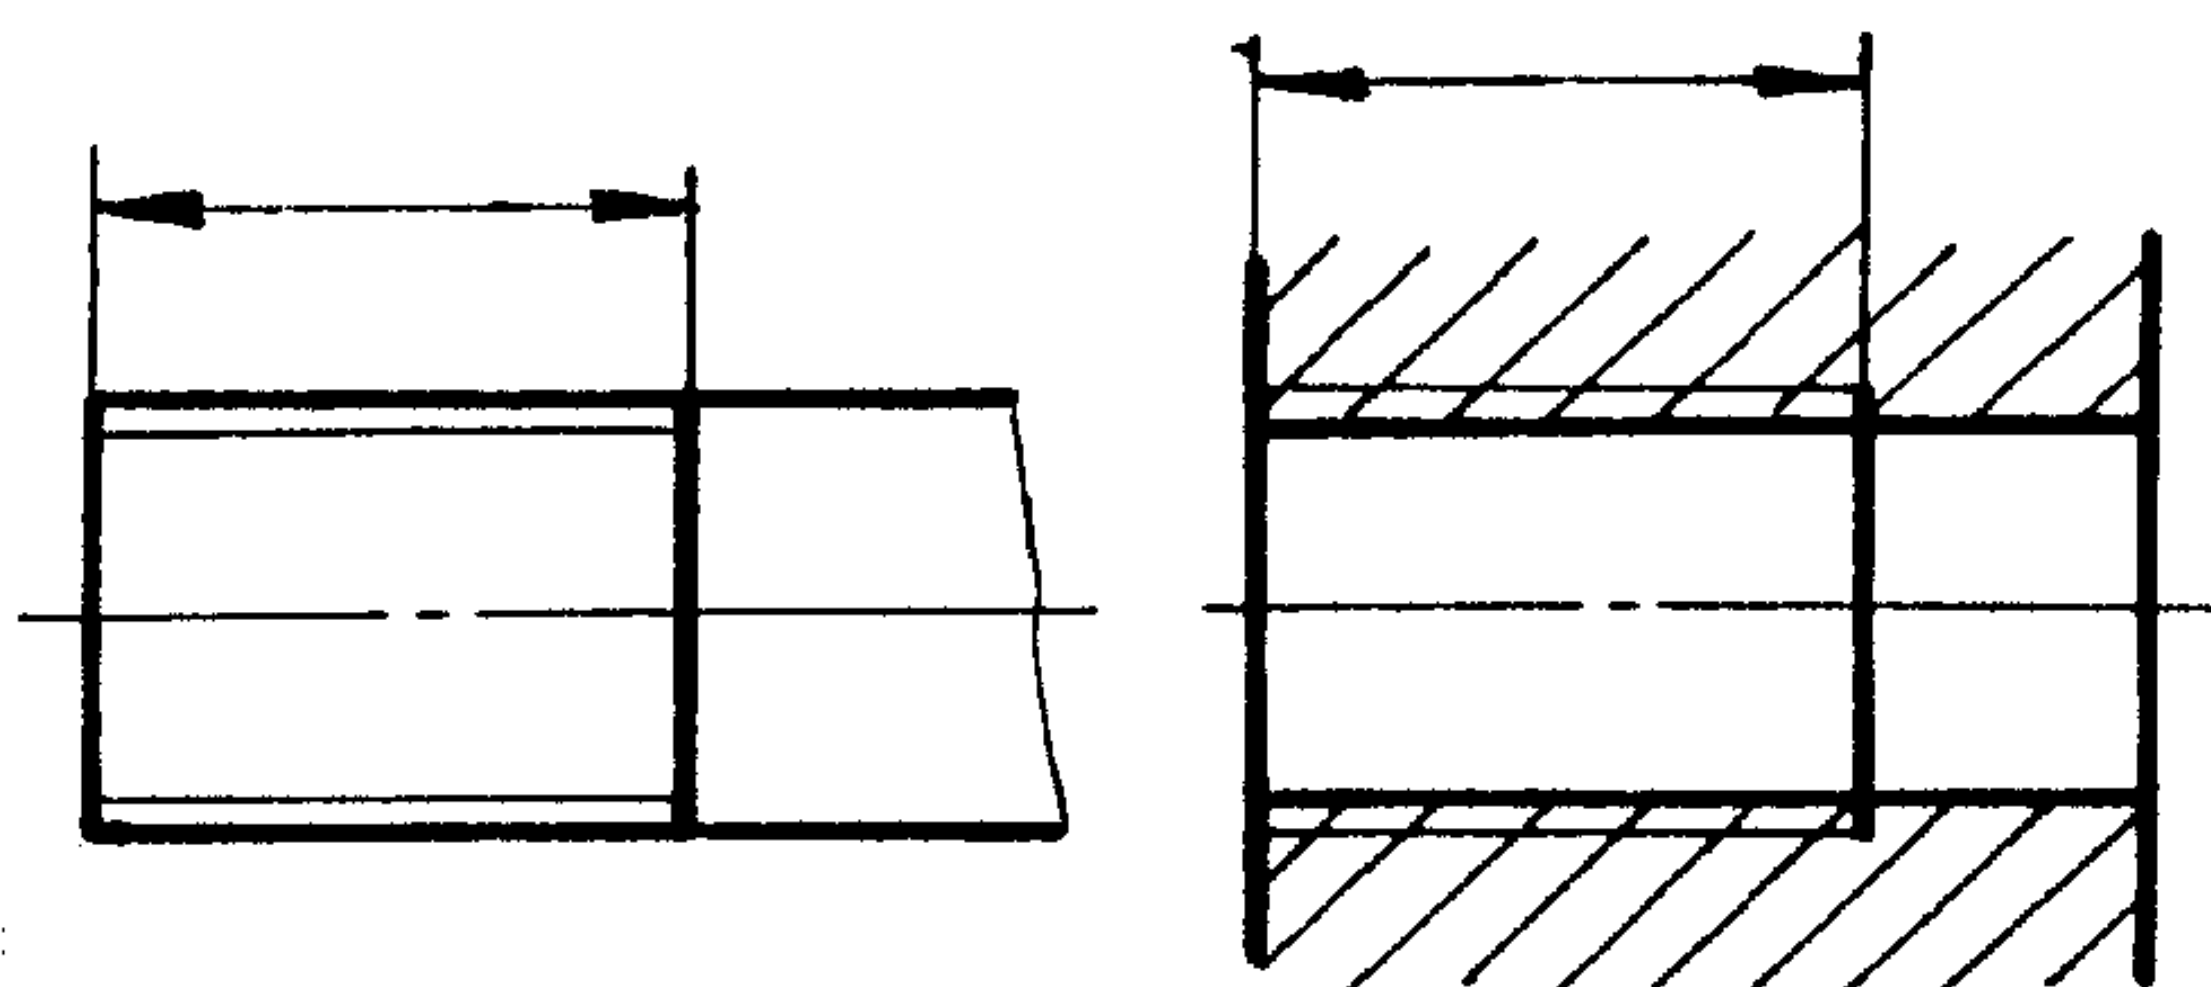
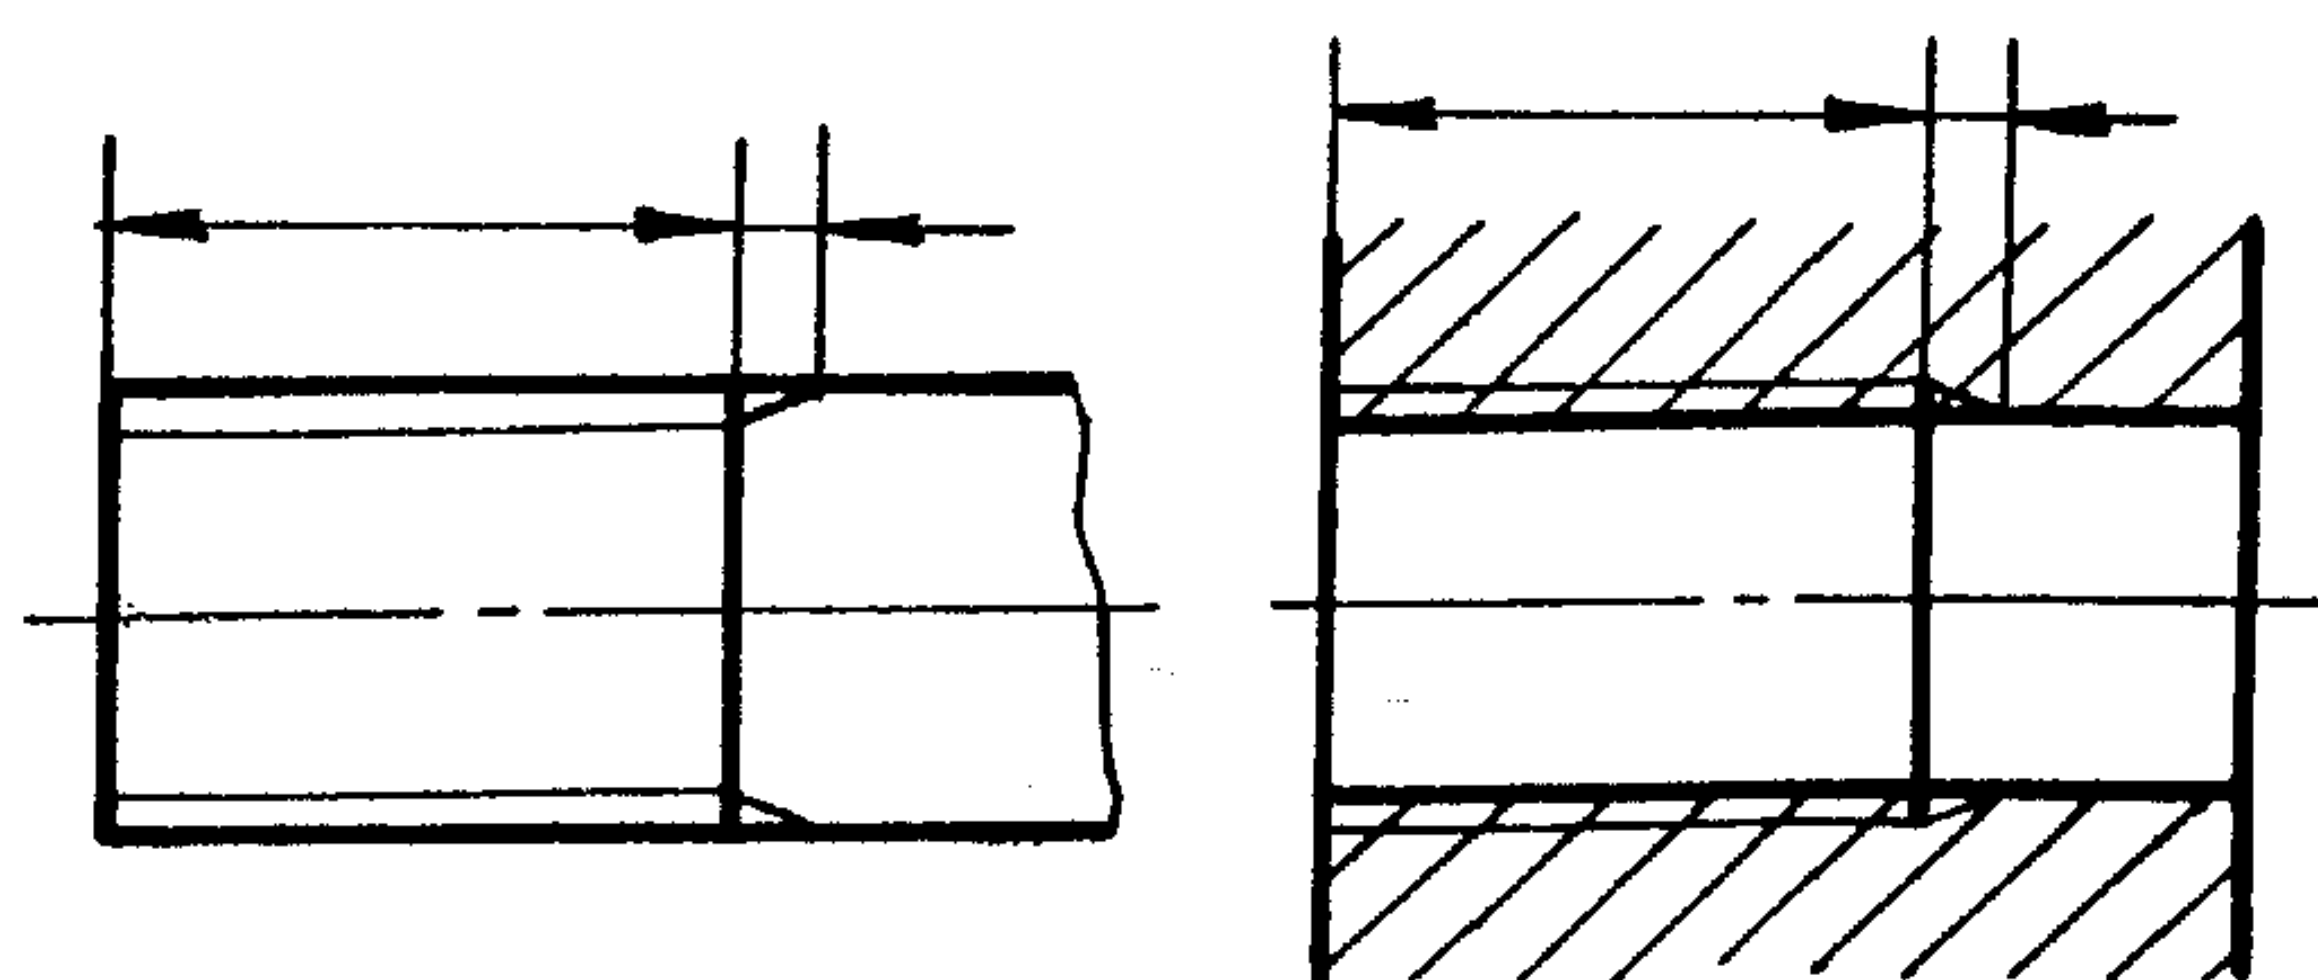

图 25
图 26
4.6 图样中标注的螺纹长度,均指不包括螺尾在内的有效螺纹长度(图 25);否则,应另加说明或按实际需要标注(图 26)。